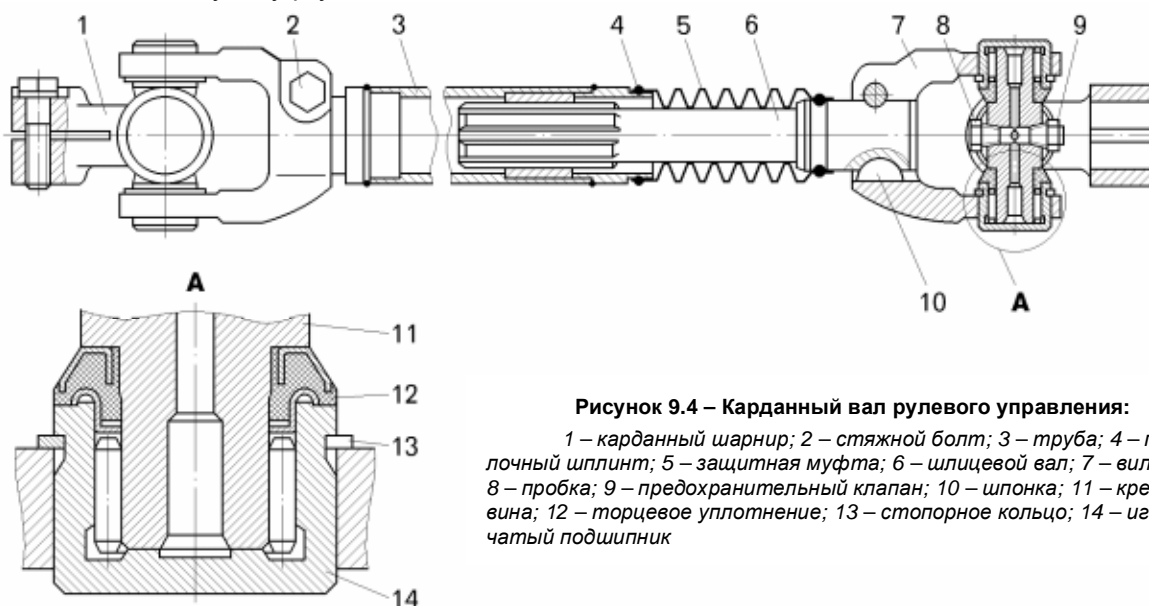

Рисунок 9.4 – Карданный вал рулевого управления:
- вывернуть болты 2 (рисунок 9.4) крепления карданных шарниров и снимите карданные шарниры с вала рулевой колонки;